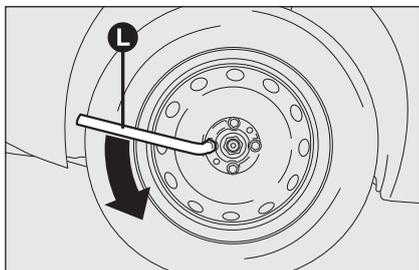

fig. 5
- afloje aproximadamente un giro los bujes de fijación utilizando la llave del equipamiento **L-fig. 5**; para coches equipados con llantas de aleación, sacuda el coche para facilitar la separación de la llanta del cubo de la rueda;